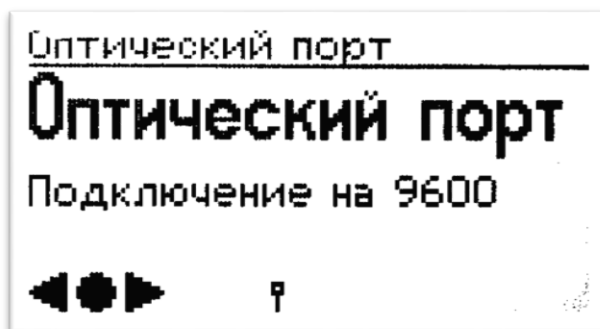

Рисунок 18
- В меню «Оптический порт» (рисунок 18) нажмите и удерживайте клавишу ● для отключения оптического интерфейса